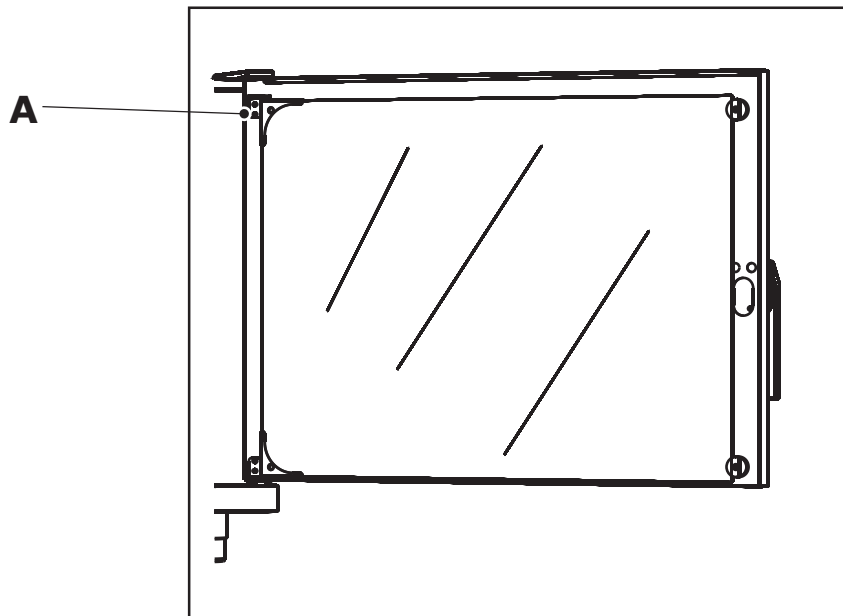

Fig. 13
- open the oven door (**Fig.13**);